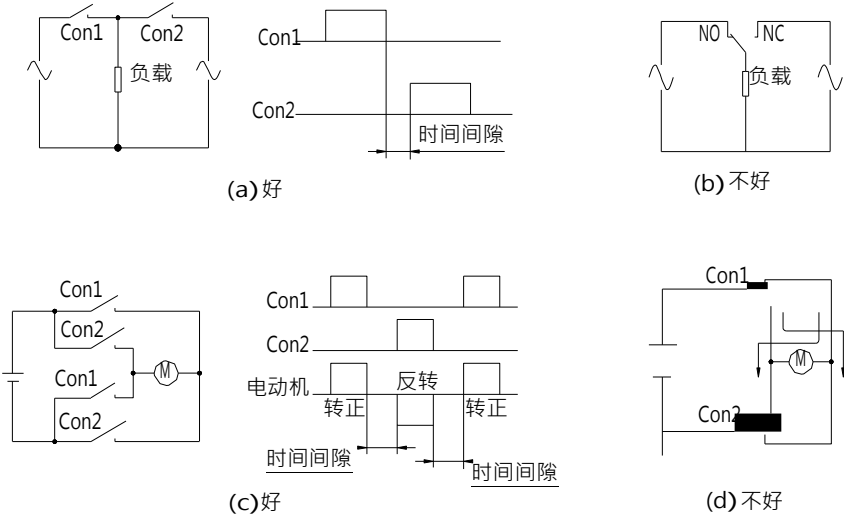

图 4
在电路中，应考虑以几点 (参见图 4)：
- 1) 一般继电器的触点间隙都比较小，应考虑到可能由于触点间电弧引起短路的情况。请不要使用图 4 (b) 的电路。推荐使用图 4 (a) 所示电路，并在触点 Con1 和 Con2 动作之间设定一定的间隔时间。
- 3) 注意不要使用图 4 (d) 所示的用两组转换触点构成电动机正、逆转电路。推荐使用图 4 (c) 所示电路，并在触点 Con1 和 Con2 动作之间投定一定的间隔时间。